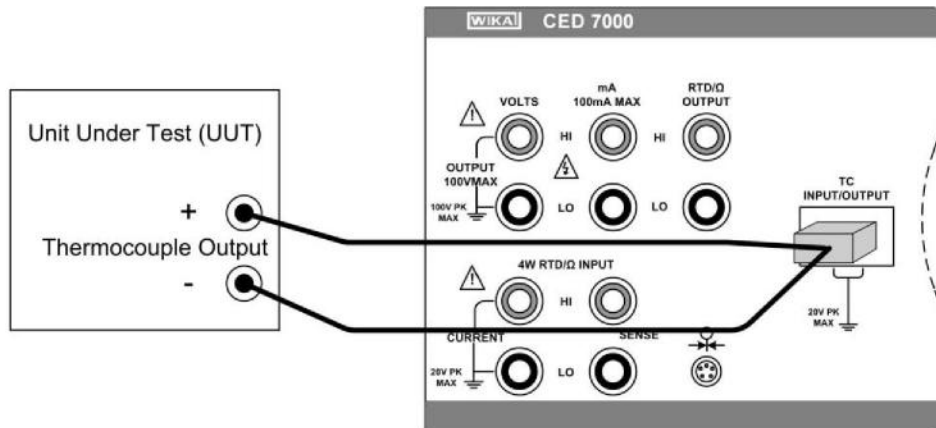

图 14 - 热电偶输入连接
- e) 使用标准 T/C 微型插头将待测试设备连接到 CED 7000 的热电偶端子，如图 14 所示。其中一个针脚比另一个针脚更宽；请勿尝试以错误极性强行插入插头。用于连接的 T/C 导线必须与为正确冷端温度补偿而选定的热电偶类型匹配。如果 CED 7000 和 T/C 微型插头处于不同温度，请等待至少 3 分钟，以便微型插头和端子稳定到相同温度。